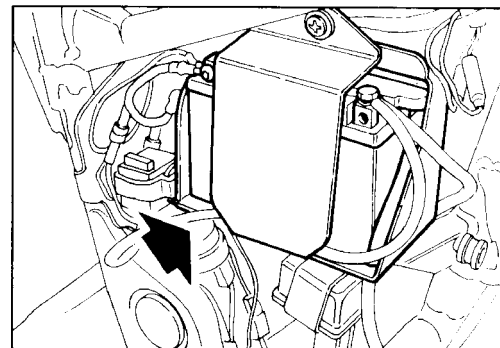

Fig. 38
**⚠** **IMPORTANTE:** Per l'efficienza della batteria (fig. 38) è importantissimo un corretto caricamento dell'acido ed una adeguata manutenzione. Seguire scrupolosamente le seguenti norme, prolunga notevolmente la vita della batteria.